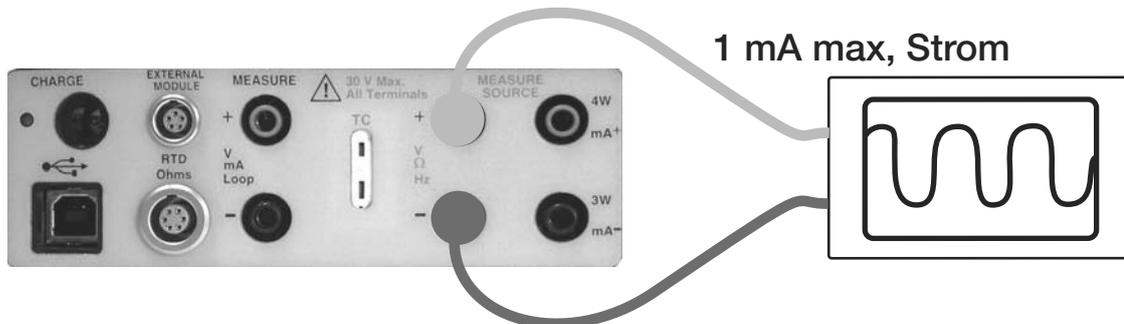

Abbildung 19: Anschlüsse zum Prüfen eines Eingangs oder Empfängers
- Schließen Sie die Prüfkabel an das Gerät und die Kalibratorbuchsen an (siehe Abbildung 19).